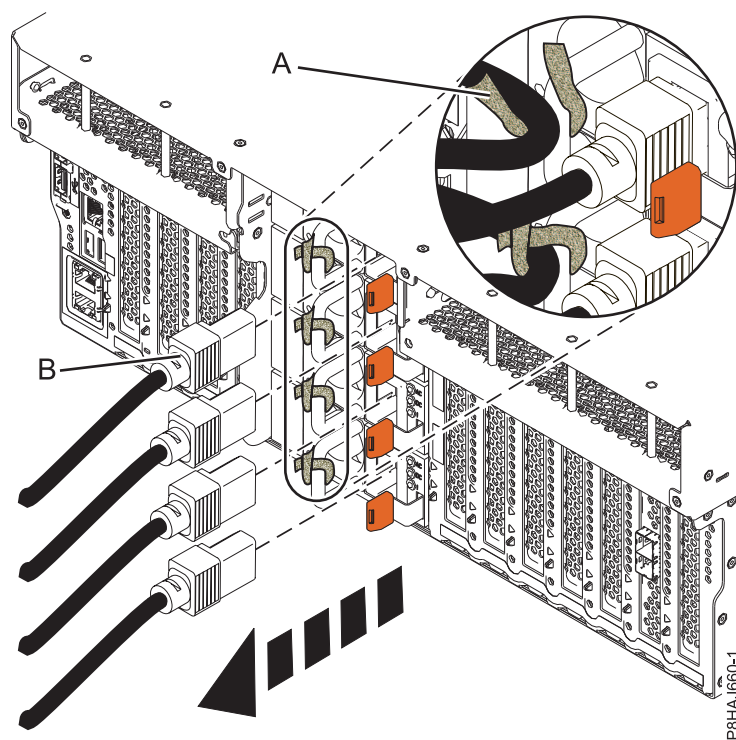
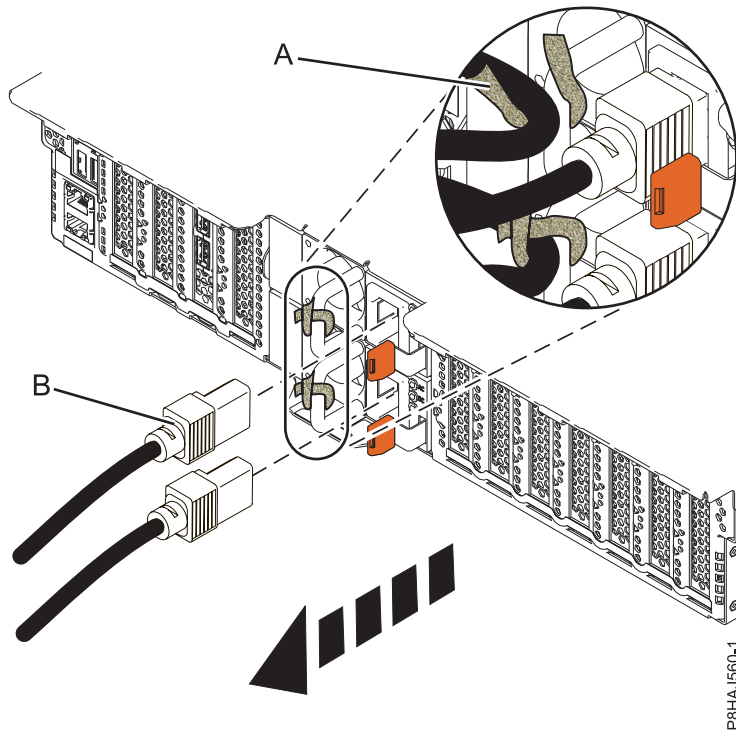
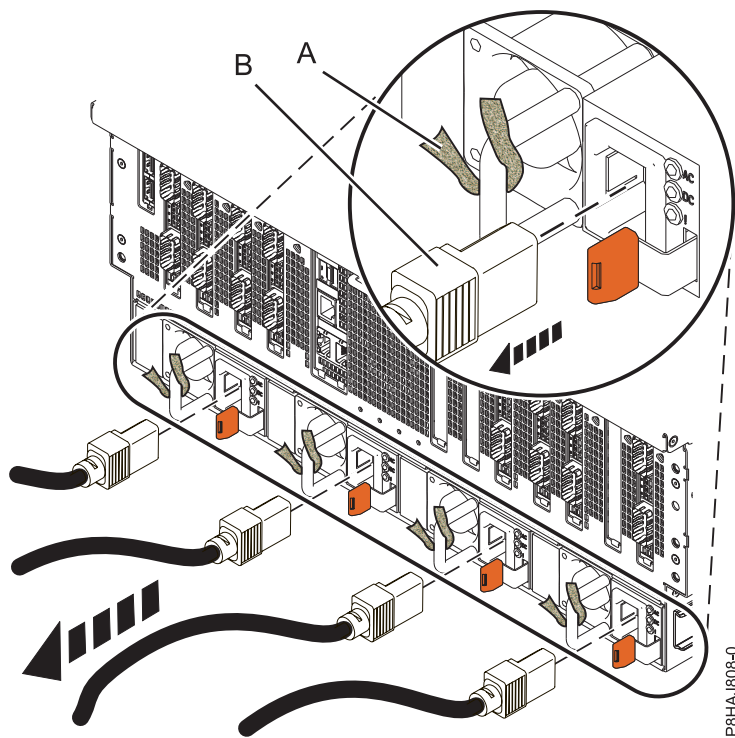

Figura 30. Extracció dels cables d'alimentació d'un sistema 8247-42L, 8286-41A o 8286-42A
Figura 31. Extracció dels cables d'alimentació d'un sistema 5148-21L, 5148-22L, 8247-21L, 8247-22L, 8284-21A, o 8284-22A
Figura 32. Extracció dels cables d'alimentació d'un sistema 8408-44E o 8408-E8E
3. Desconnecteu els cables d'alimentació **(B)** de la unitat del sistema. Consulteu Figura 30 a la pàgina 51, Figura 31 a la pàgina 51 o Figura 32 a la pàgina 52 depenent del tipus de sistema que tingueu.